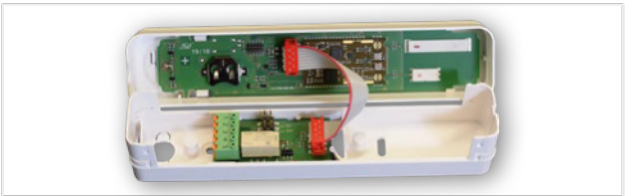

Abb. 12: Verbindungsleitung im FM 155 F
- ▶ Die Relaisplatine mittels Verbindungsleitung mit der Funkplatine im Deckel gemäß Abb. 12 verbinden.